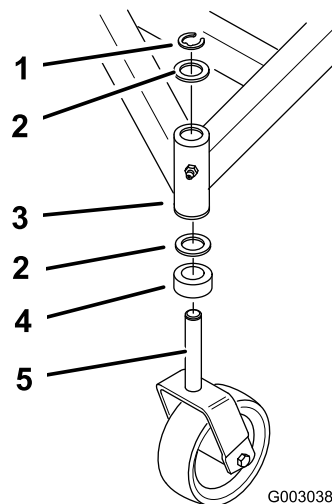

Figure 35
3. Enlevez la bague de retenue et la ou les rondelle(s) de butée en haut de la chape de la roue pivotante (Figure 35).
9. Vérifiez l'usure de la chape de la roue pivotante et remplacez-la le cas échéant (Figure 35).
10. Insérez la chape dans les bagues à l'intérieur du tube de montage. Remplacez la ou les entretoise(s) sur la chape et fixez-les avec la bague de retenue (Figure 35).